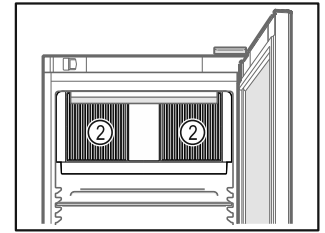

Fig. 60
- Cirkuliuojančio oro ventiliatoriaus vėsinimo plyšiai Fig. 60 (2) viduje turi būti neuždengti.